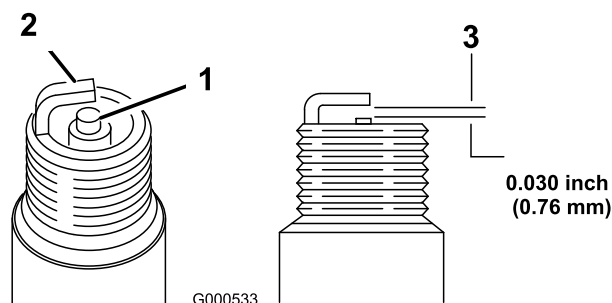

Figura 40
5. Defina a folga na vela para 0,76 mm (Figura 40).